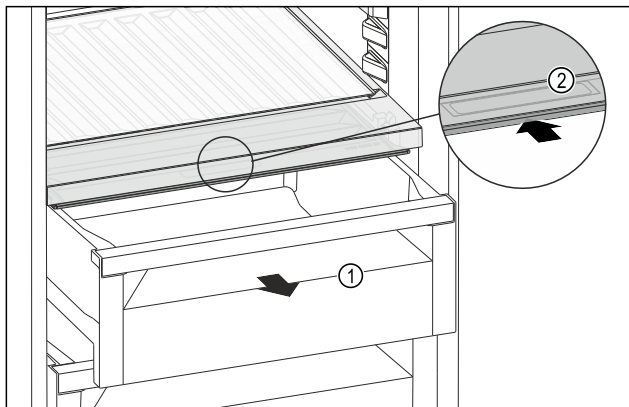

Fig. 195
- Schubfach Fig. 195 (1) herausziehen.
- Griffmulde Fig. 195 (2) am Fachdeckel anfassen und Fachdeckel gleichzeitig nach hinten schieben.